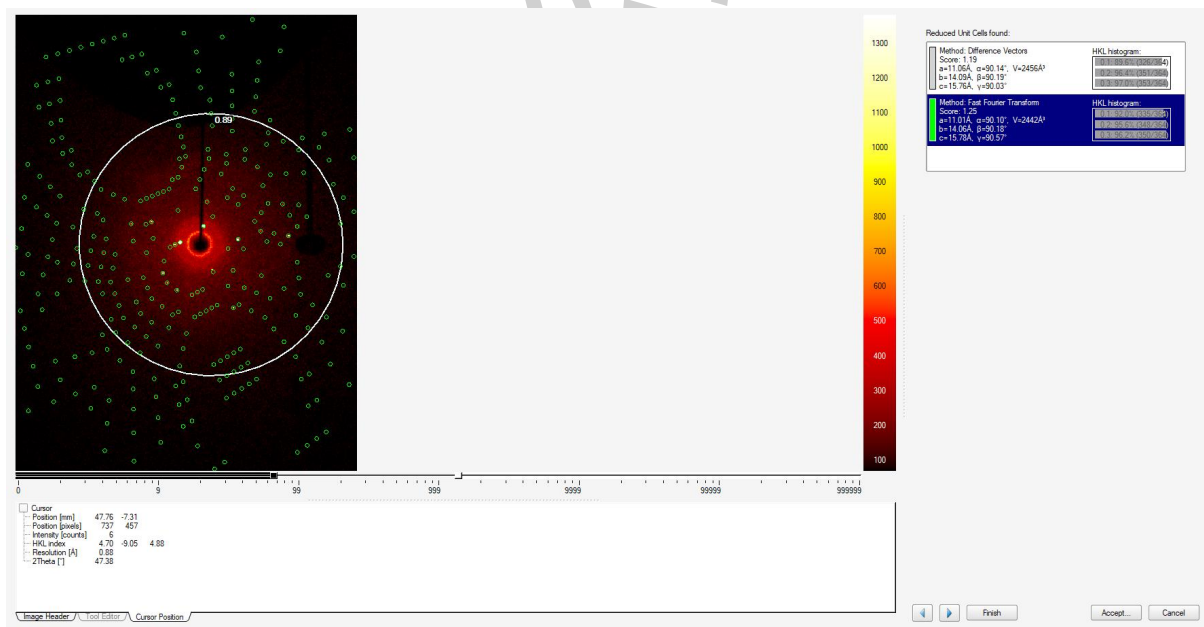
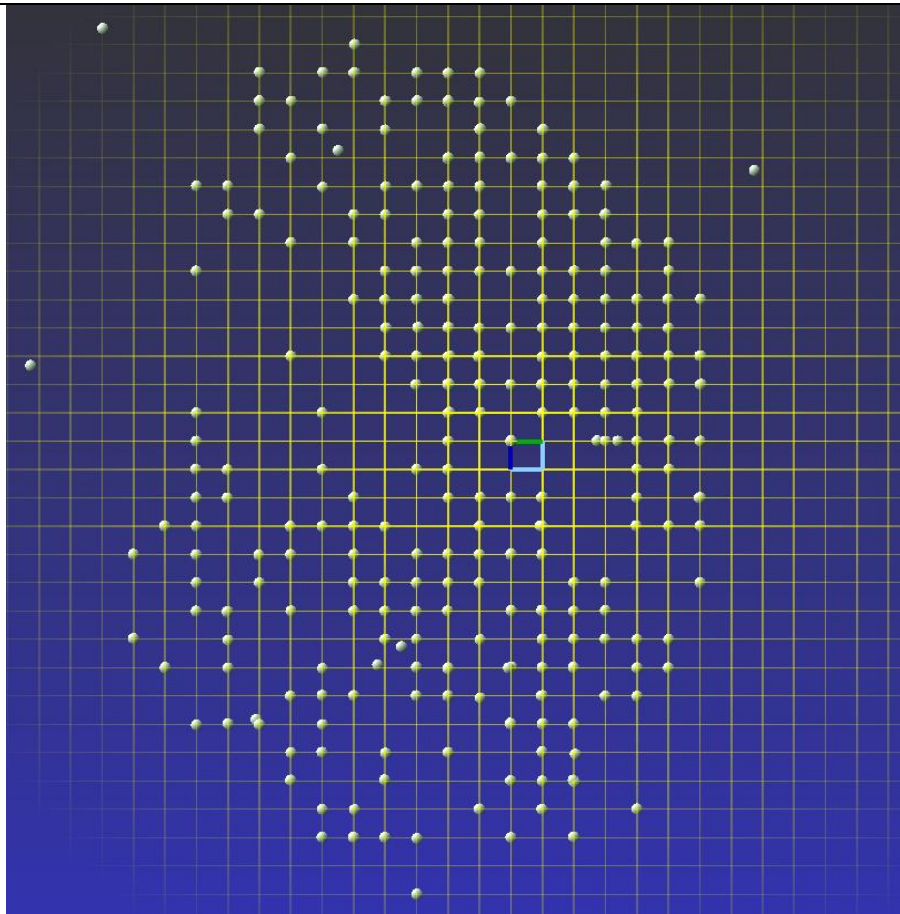

Figure 14. 选择合适的晶胞
Figure15. 观察倒易空间中的点阵
(6) 在下一个页面点击 index，并在下一个页面选择一个最合适的晶胞，一般而言，一个好的晶胞参数应该能使绝大多数的衍射点落在衍射图中的圈内 (Figure 14)。此外，使用者可以进入 Evaluate 下的 View Reciprocal Lattice，观察倒易空间中的晶格点阵，除极少数情况外，一个好的晶胞应该能使所有的衍射点位于格点附近 (Figure 15)。默认的 index 方法是 Difference Vectors 和 Fast Fourier Transformation。如果这两种方法不能给出比较满意的结果，可以尝试只勾选 least squares，该方法速度较慢，可能引起软件的卡顿，请耐心等待。